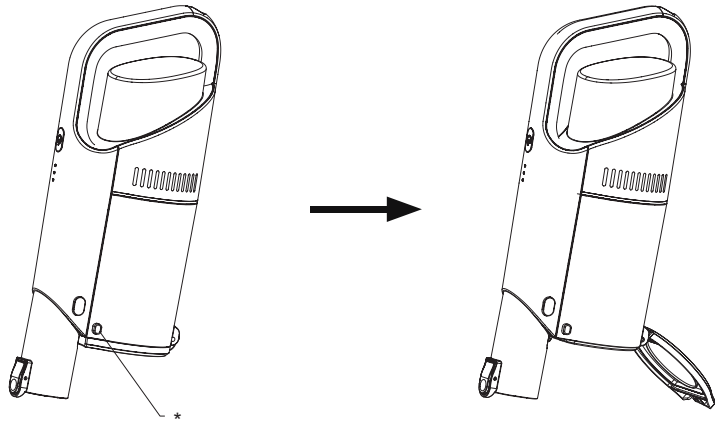

FIG. 5
- 1) Umieść urządzenie nad pojemnikiem na śmieci i naciśnij przycisk, aby otworzyć pokrywę pojemnika na kurz. Otworzy się on automatycznie, a zawartość pojemnika na kurz można opróżnić w następujący sposób (Rys.5; \*- przycisk)